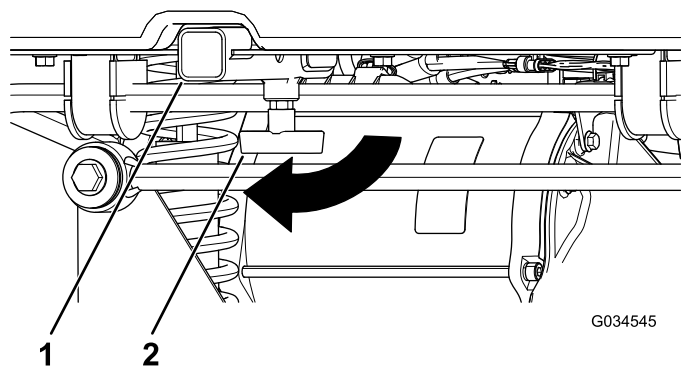

Figura 17
- Afloje la maneta en T girándola en sentido horario (Figura 17).
2. Introduzca el accesorio en el receptor hasta que los taladros queden alineados (Figura 17).